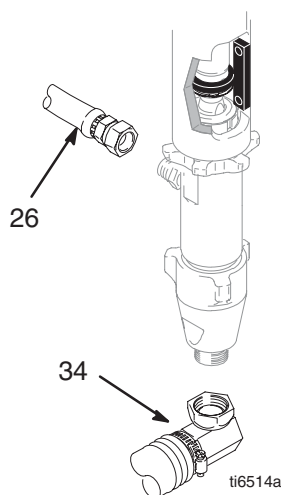

Fig. 11
3. Fig. 11 – 13. Retire la bomba.
3. Fig. 11. Retire el tubo de aspiración (34) y la manguera (26).